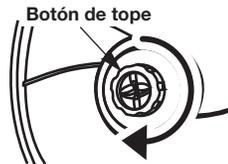

Fig. 31
1. Gire la perilla percusiva en el sentido de las agujas del reloj hasta que toda la línea pase al cabezal de corte (Fig. 31).
3. Sujete la cubierta de la bobina y dele vuelta a la perilla en el sentido de las agujas del reloj para enrollar la línea sobre la bobina, hasta que sobresalgan 5 pulg. (12.7 cm) a cada lado del cabezal de corte. (Fig. 31)